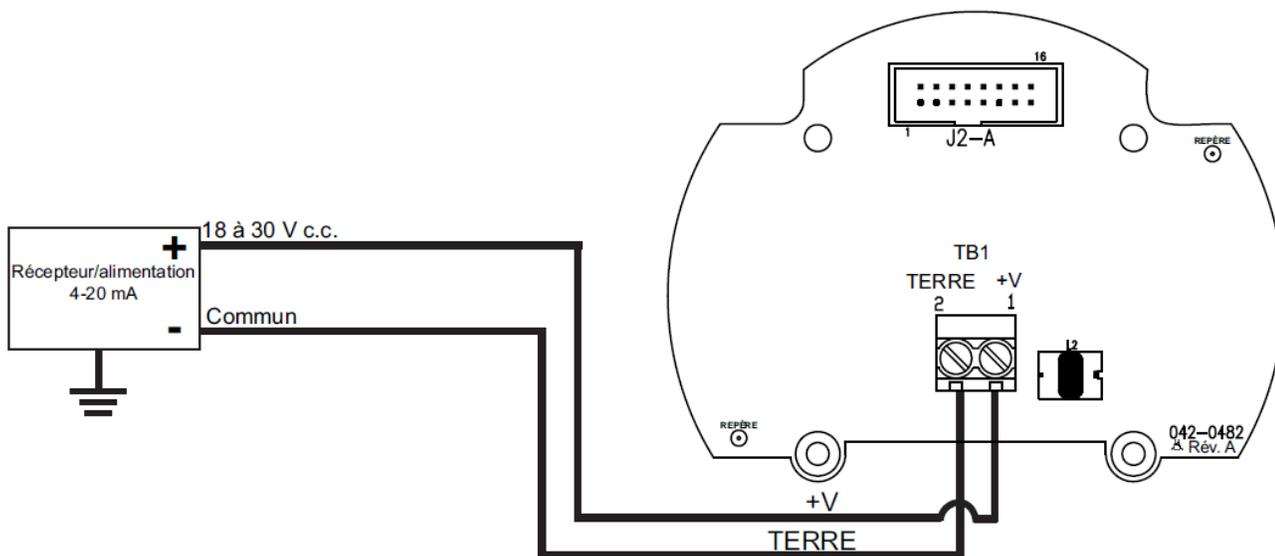

Figura 4-16: Conexión para 2 cables
5. Conecte los conectores positivo (+) y negativo (-) de los cables de la fuente de alimentación VCD al bloque de terminales 1 en el circuito de la fuente de alimentación de 2 cables. Específicamente, el positivo (+) se conecta a la patilla 1 (+V) y el negativo (-) se conecta a la patilla 2 (GND) en el bloque de terminales 1 (consulte la Figura 4-16: Conexión para 2 cables para conocer más detalles).